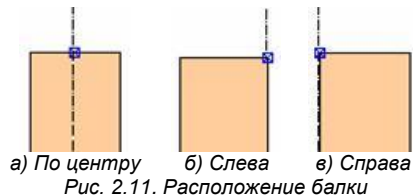

Рис. 2.11. Расположение балки
**Расположение** – положение стержня относительно оси, проходящей через контрольные точки соединения (рис. 2.11).